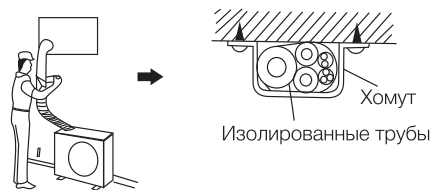

Рис. 6
- Оберните изолентой трубу от нижней части внешнего блока до верхней части трубки, где она входит в стену. После того, как вы сделаете один оборот лентой, перекройте его следующим внахлест (Рис. 6).